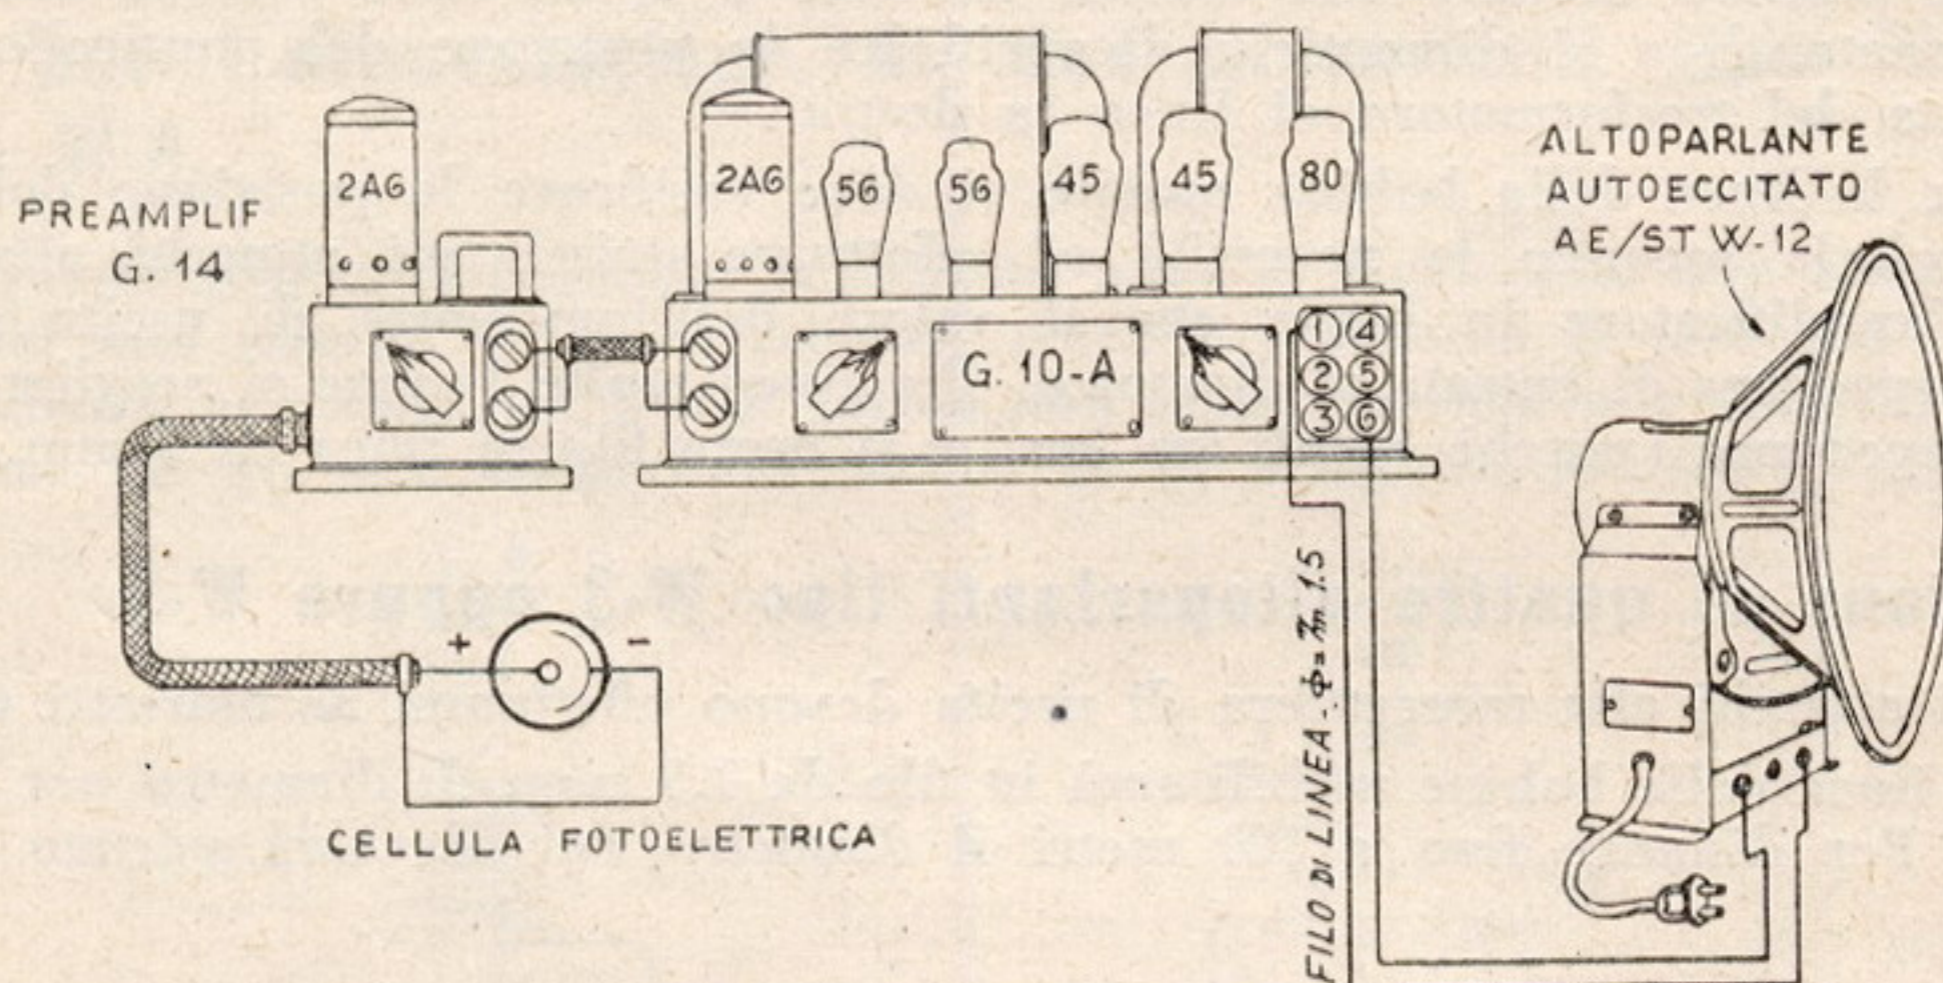

FIG. 34.
1. — Questo complesso (Fig. 34) è indicato per cinematografi fino a 800 posti.